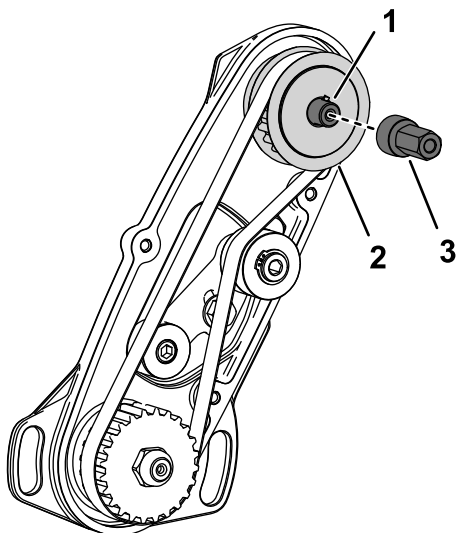

Figure 8
4. Tout immobilisant la poulie d'entraînement, posez le moyeu d'entraînement sur l'arbre d'entraînement du cylindre (Figure 8).